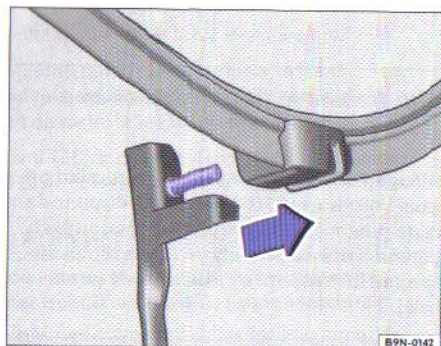

Fig. 14 Lamelele ștergătoarelor de parbriz
- Trageți lamela în sensul indicat de săgeată ⇒ fig. 14.